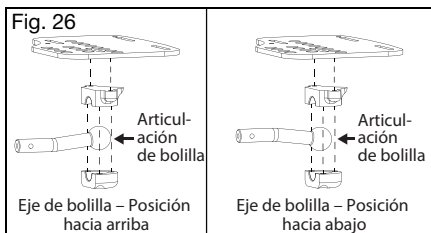

Fig. 26
1. Cambio del ángulo del apoyapiés (Fig. 26)